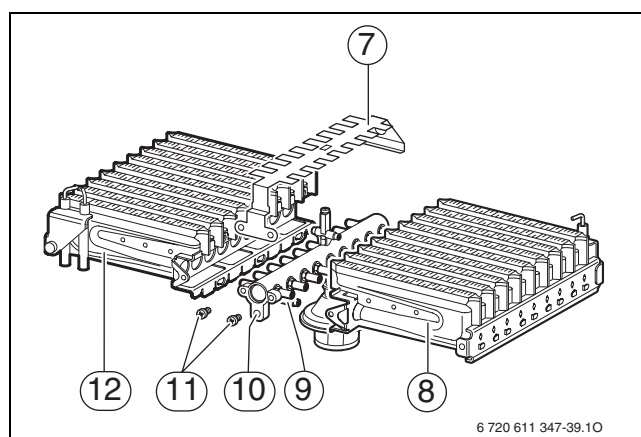

Fig. 55 Separazione bruciatore
- ▶ Rimuovere le viti (11) (→ fig. 55).
- ▶ Togliere il lamierino spargifiamma (7).
- ▶ Rimuovere le viti dai punti di fissaggio (9). Separare la parte sinistra (12) e la parte destra (8) del bruciatore, dalla rampa ugelli (10).